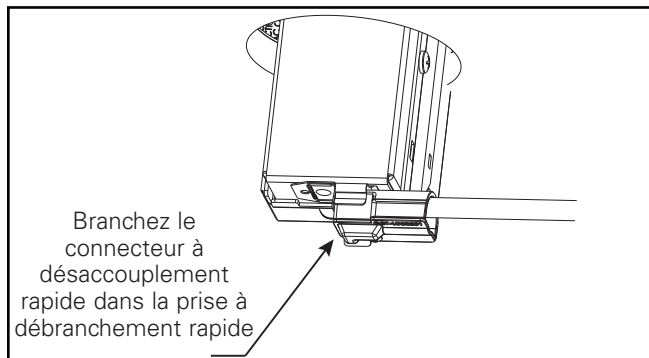

Figure 3
2. Fixez la fiche de débranchement rapide sur le module à DEL dans la prise de débranchement rapide (voir figure 3).